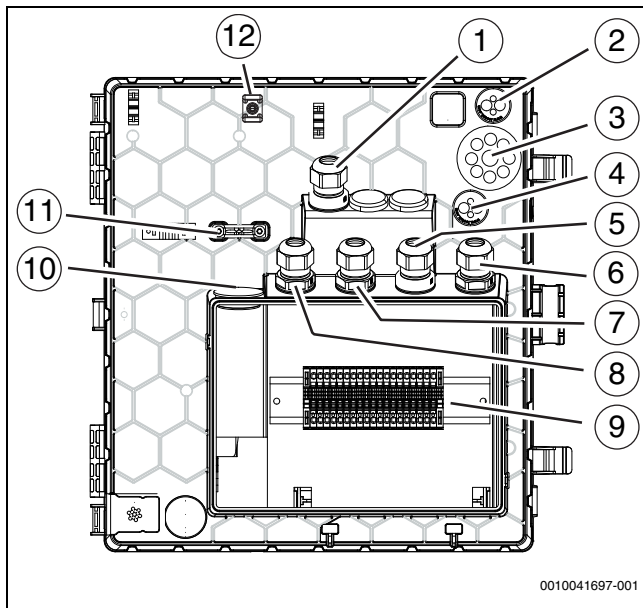

Bild 31 Kabeldurchführungen zum Klemmenkasten
3. Kabel in den Klemmenkasten führen (→Abbildung 31).
Bei Kabeldurchführungen (→Abbildung 31 [2], [3], [4], [10]) genügt ein kleiner Einstich in die Membran, dann können die Leitungen durchgeschoben werden.
- Nach dem Einführen der Kabel die Kabelverschraubungen festziehen (→Abbildung 31 [1], [5], [6], [7], [8]).
- Die festgelegten Befestigungspunkte [12] für die Befestigung der durch die Einführungen geführten Kabel verwenden (→Abbildung 31 [2], [3], [4]).